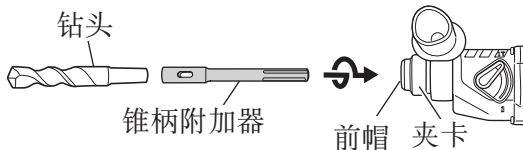
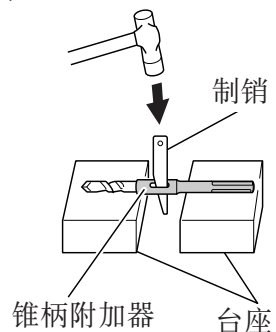

图 19
图 20
(1) 把锥柄附加器安装在电动锤钻上。(图 19)
(2) 把钻头 (锤柄) 安装在锤柄附加器上。(图 19)
(3) 接通开关, 按预定深度钻开一个孔口。
(4) 拆卸钻头时, 可将制销插入锥柄附加器的缝隙, 把钻头放在台座上, 用锥子敲打制销头部。(图 20)